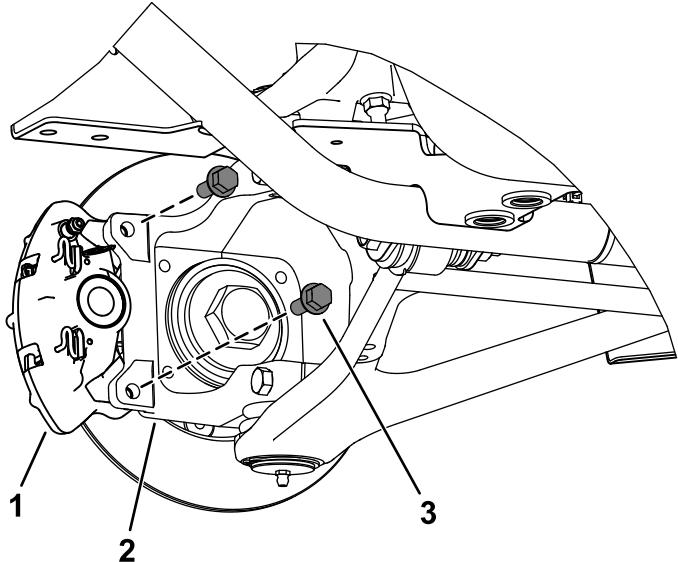

Figura 4
- Retire los pernos con arandela prensada (3/8" x 1") que sujetan el conjunto de pinza de freno al pivote de dirección (parte delantera de la máquina) y al eje (parte trasera de la máquina) y retire el conjunto de pinza de freno (Figura 4).